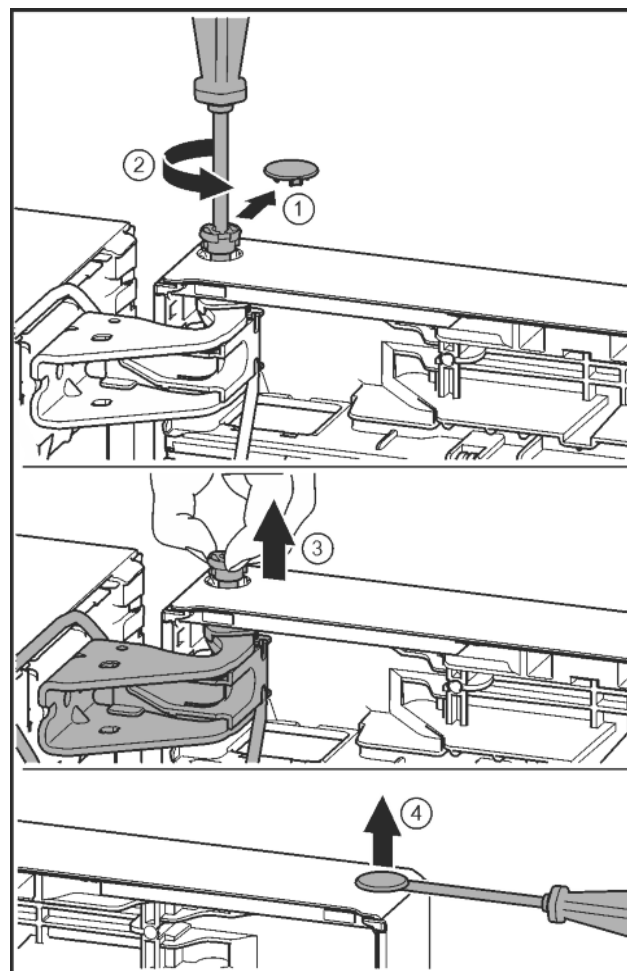

Fig. 23
- ▶ Ostrożnie zdjąć osłonę zabezpieczającą. Fig. 23 (1)
- ▶ Sworzeń wykręcić nieco przy pomocy śrubokręta T15. *Fig. 23 (2)*
- ▶ Przytrzymać drzwi i wyjąć sworzeń palcami. *Fig. 23 (3)*
- ▶ Zatyczkę ostrożnie podważyć przy pomocy śrubokręta i wyjąć z tulei łożyskowej drzwi. *Fig. 23 (4)*